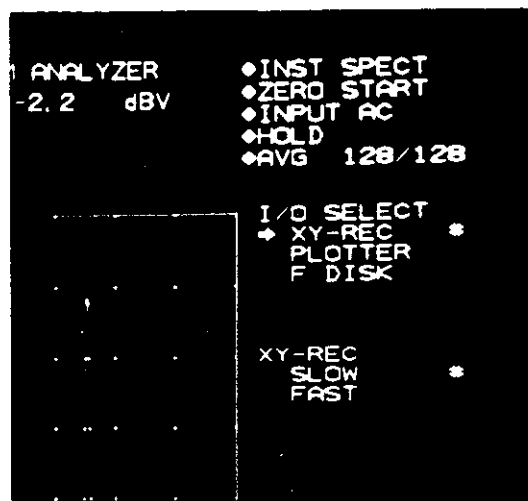

図4-2 I/Oセレクト・モードのメニュー
⑬のスイッチを押しますと、CRTディスプレイの右側に〔図4-2〕に示すようなメニューが表示されます。
“ F DISK ”： フロッピー・ディスク・データ・レコーダを使用するモード以上、3つの周辺機器を使用できることがこのメニューからもわかります。これらのモードの切換えは、他のメニューの選択と同様に「**SETUP**」セクションの  ,  スイッチと **SETUP** スイッチを使い分けることによってできます。〔図4-2〕の例では、X-Yレコーダが選択されており、またその記録速度が“ SLOW ”であることを示しています。
[図 4-2] に示すように、I/Oデバイスの選択で“XY-REC”を選択しますと、その下側に、